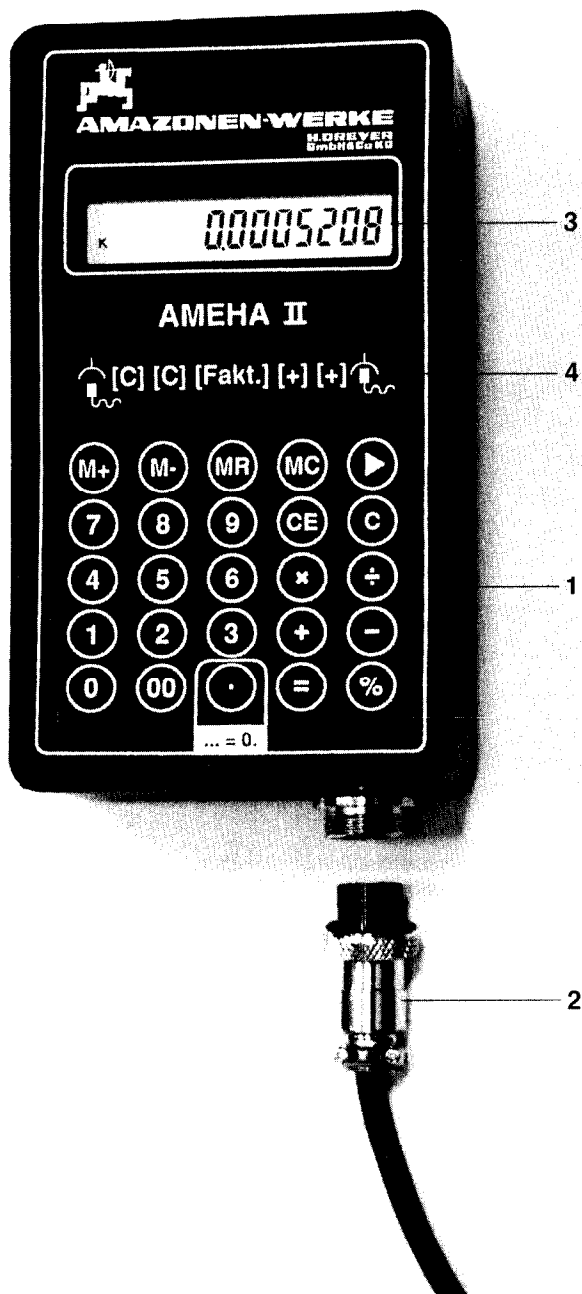

Fig. 2
Bevor Sie Ihren Hektarzähler in Betrieb nehmen, möchten wir Sie zuerst mit der Funktion des Rechners (Fig 2/1) vertraut machen:
- Nehmen Sie den Rechner zur Hand und schrauben Sie das Sensorkabel (Fig 2/2) vom Rechner ab.
Auf der Rechneranzeige (Fig. 2/3) erscheint unten links der Buchstabe "k".
### Eingabe des Faktors (siehe Symbol Fig. 2/4)
- Sensorkabel (Fig. 2/2) vor Eingabe des Faktors vom Rechner abschrauben.
- Sensorkabel (Fig. 2/2) am Rechner (Fig. 2/1) wieder anschrauben.
##### **Vor Eingabe des Faktors, Sensorkabel (Fig. 2/2) vom Rechner abschrauben!**